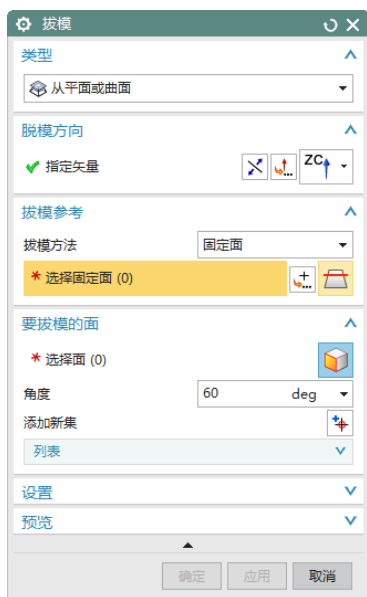

图 11-182 “拔模”对话框
(1) 选择“菜单(M)”→“插入(S)”→“细节特征(L)”→“拔模(T)”，或者单击“主页”选项卡“特征”面组上的“拔模”按钮，打开如图 11-182 所示的“拔模”对话框。